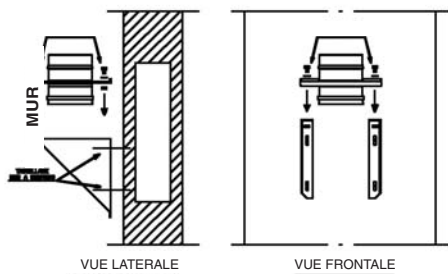

FIG. 3A Installation couple support avec plaque intermédiaire
- Fixer les deux éléments du couple support au mur, en créant entre eux un plan d'appui horizontal ; fixer ensuite la plaque intermédiaire en serrant les écrous des boulons respectifs comme illustré dans la Fig. 3a.